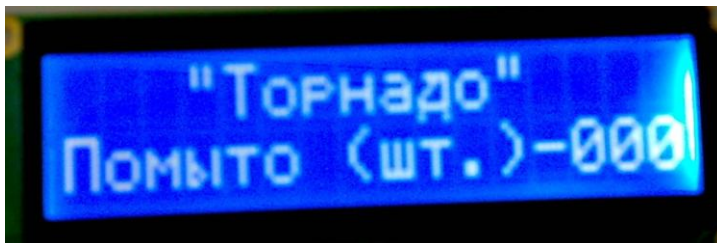

Рис. 7.2.
5.5. В ждущем режиме дисплей отображает количество помывтых колес (рис.7.2). При достижении количества равного 300 колес на экране высветится надпись: «Замените воду». Для обнуления счетчика и сброса сообщения необходимо, не выключая питания, нажать и удерживать кнопку «Обдув воздухом «А» до тех пор пока сообщение не пропадет (3-5с).